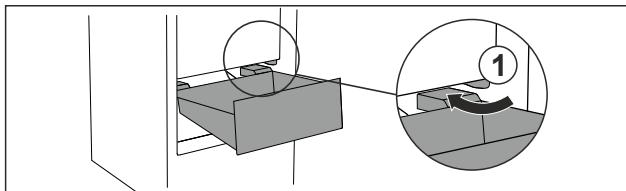

Fig. 31
- Обvestи висувний ящик навскіс навколо стопора Fig. 31 (1).